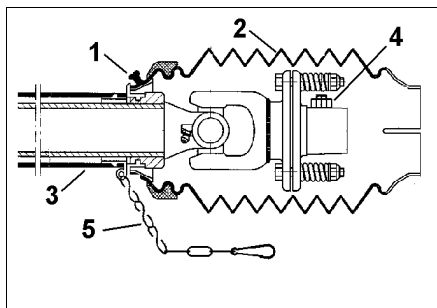
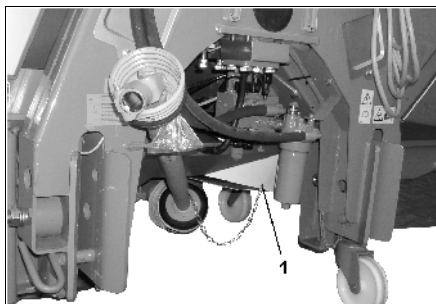

Рис. 19
Рис. 20
- Выкрутите стопорный винт (Рис. 19/1).
- Чехол (Рис. 19/2) проверните в монтажное положение.
- Снимите половину защиты (Рис. 19/3).
- Вкрутите болт для осевой фиксации (Рис. 19/4).
- Надвиньте половину защиты (Рис. 19/3) и проверните чехол в монтажное положение.
- Вкрутите стопорный винт (Рис. 19/1).
- Закрепите на распределителе защитную цепь (Рис. 19/5) от прокручивания (Рис. 20/1).